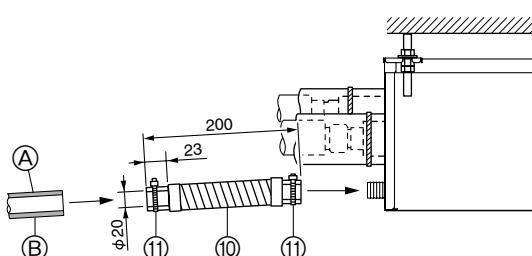

Fig. 8-1
- (1) Applicera självhållande PVC (införskaffas lokalt) på dräneringsanslutningen på avgreningsdosan och pressa på den vidhängande dräneringsslängen ⑩ på anslutningen så långt det går. (Fig. 8-1)
- (2) För in ett hårt PVC-rör (VP-16, införskaffas lokalt) i den anslutna dräneringsslängen ⑩, klistra ihop och fixera. (Fig. 8-1)
- (3) Fäst ett band ⑪ på den anslutna dräneringsslängen ⑩. (Fig. 8-1)